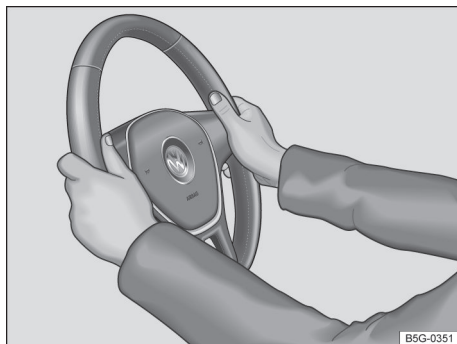

Fig. 57 No volante: posição 9 e 3 horas.
- Ajustar a posição do volante de forma que possa segurá-lo lateralmente pela borda externa na posição de 9h e 3h → Fig. 57 com ambas as mãos e os braços ligeiramente dobrados.